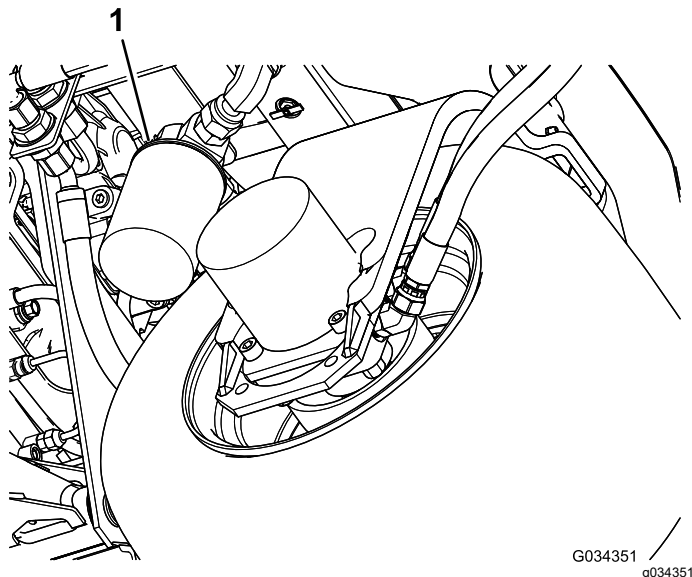

Figura 94
2. Limpie la zona de montaje del filtro. Coloque un recipiente debajo del filtro (Figura 94) y retire el filtro.